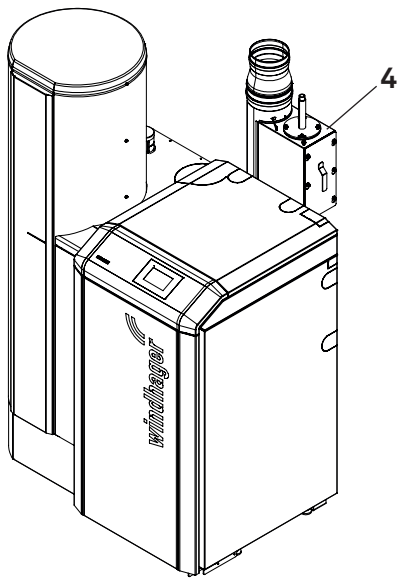

Fig. 75 Staubabscheider im Abgasrohr
- ▶ Ist im Abgasrohr ein Staubabscheider montiert (Fig. 75), diesen auf Verschmutzung kontrollieren und gegebenenfalls reinigen (siehe eigene Anleitung des Staubabscheiders).